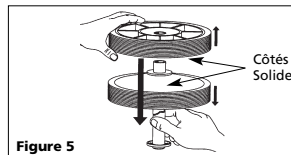

Figure 5
4. Placer les deux roues sur l'arbre, **côtés solides ensemble** (Figure 5).